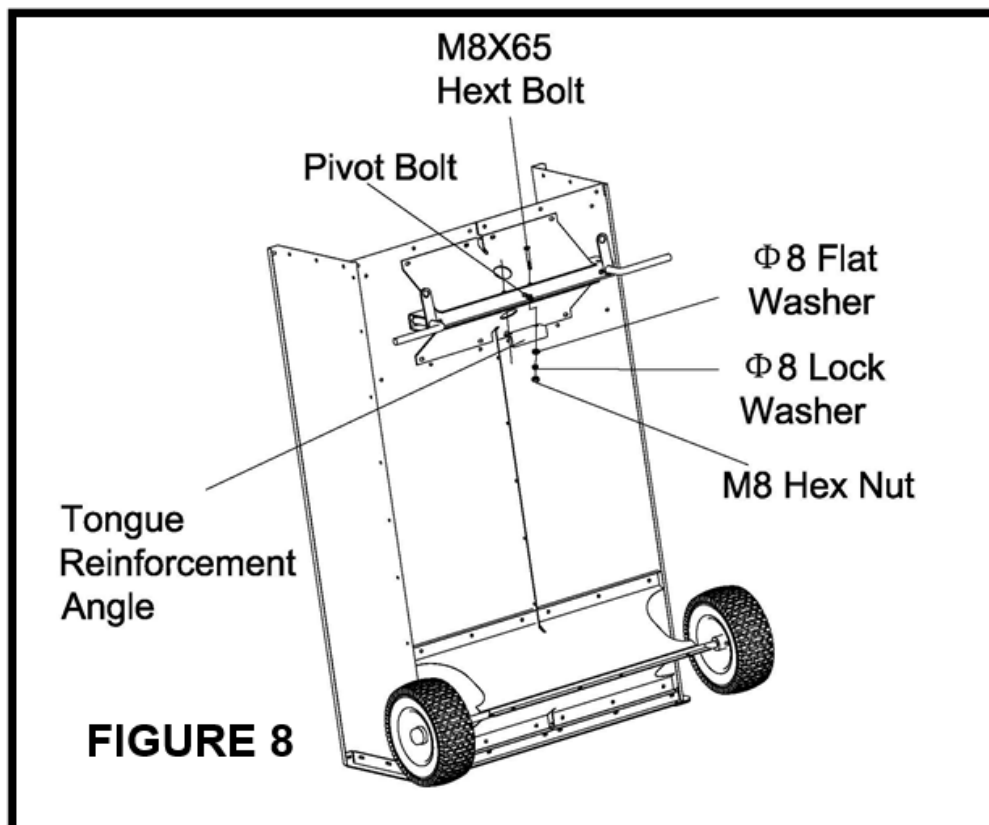

Abbildung 8
20. Befestigen Sie die Winkelhalterung an der Rückseite der Achshalterungen wie in **Abbildung 8** gezeigt. Verwenden Sie zwei M8X65 Sechskantschrauben, Ø8 Sicherungsscheiben, Ø8 Unterlegscheiben und M8 Sechskantmuttern. Nicht festziehen.
21. Stellen Sie sicher, dass der mittlere Bolzen (Drehzapfen) so weit wie möglich durch die Achskanäle eingeführt ist, und ziehen Sie dann die vier in **Abbildung 8** zusammengefassten Schrauben fest, die die Vorderachsstützen am Wagenboden befestigen.